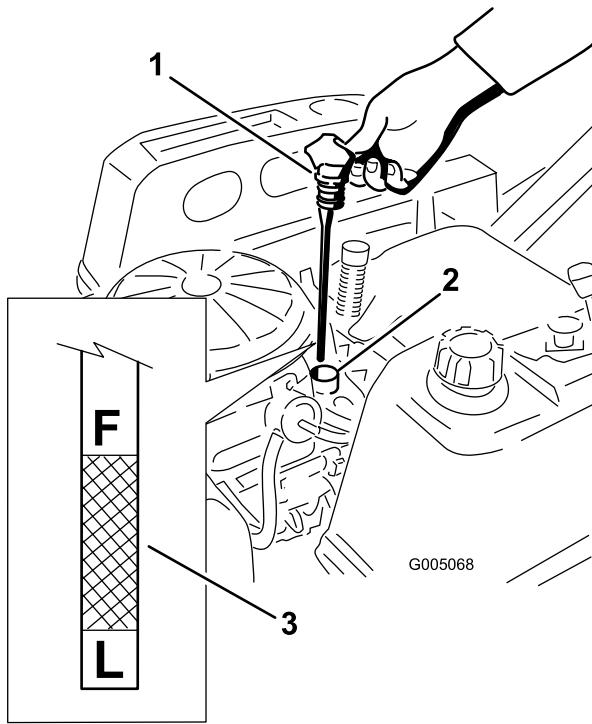

Figura 25
4. Retire el tapón de llenado/varilla de aceite y límpielo. Vuelva a colocar la varilla y empuje firmemente para asentárla en su lugar (Figura 25).
5. Retire la varilla y compruebe el nivel de aceite. (Figura 25).
- Abra la válvula de vaciado de aceite para que se drene el aceite (Figura 27). Retire el tapón de llenado/varilla (Figura 25).
- Vierta lentamente un 80% aproximadamente de la cantidad especificada de aceite por el tubo de llenado (Figura 25).
- Coloque firmemente el tapón de llenado/varilla (Figura 25).
- Compruebe el nivel de aceite (Figura 25); consulte Verificación del nivel de aceite.